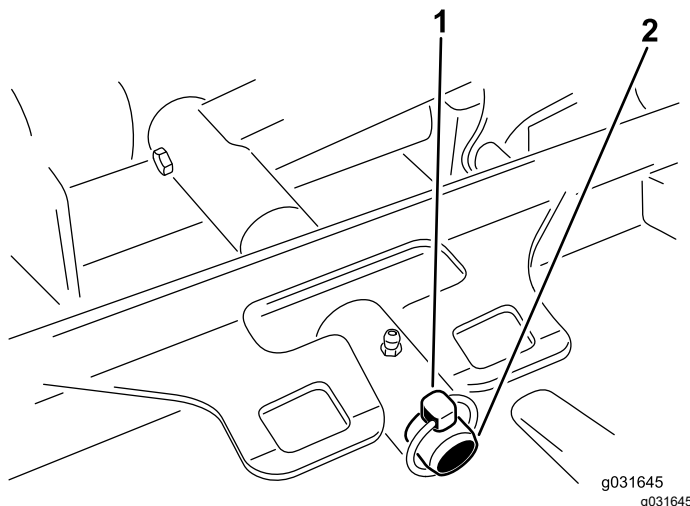

図 69
3. デッキのキャリアフレームを昇降アームのピボットピンに固定しているリンチピンまたはリテーナナットを外す **図 69**。
3. デッキのキャリアフレームを昇降アームのピボットピンに入れ、リンチピンとリテーナナットで固定する **図 69**。